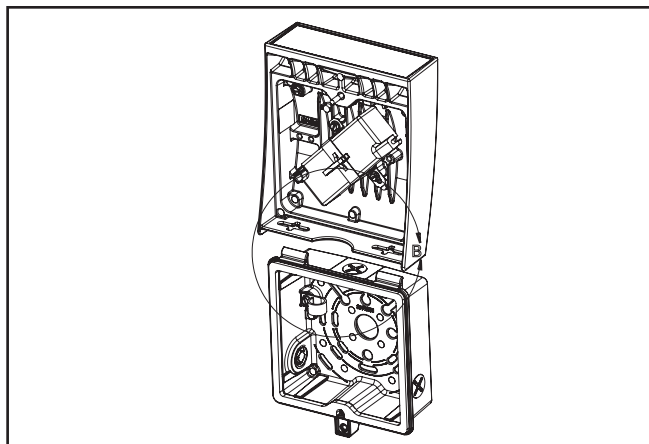

Figure 2.
- Fixez la porte dans les charnières de blocage situées sur le dessus du boîtier arrière (pour un éclairage vers le bas) (Figure 2). Utilisez les connecteurs de verrouillage à levier pour faire les branchements électriques (Figure 3). Tous les branchements électriques doivent rester à l'intérieur du boîtier arrière. Fixez bien tous les fils au faisceau (Figure 4) avant de fermer et de fixer le couvercle. Serrez les vis du couvercle pour sceller le dispositif. (1,1 à 1,7 Nm [10 à 15 po-lb]).